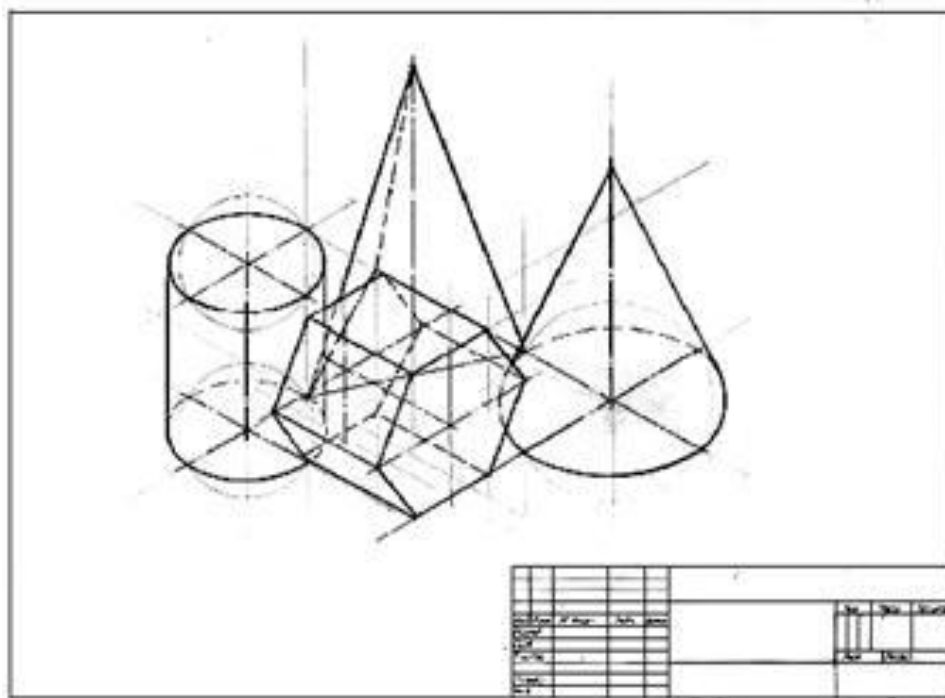

Рисунок 22 - Пример выполнения практической работы
7. Проверьте правильность построений. Обведите чертеж, рис. 22.